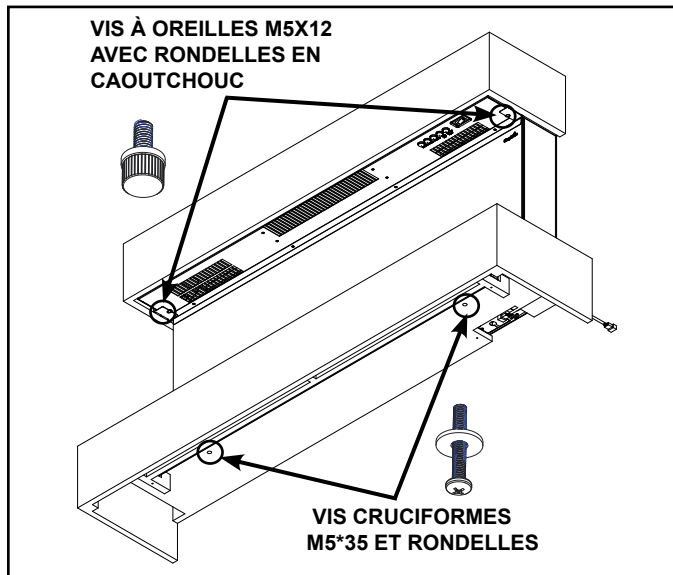

Figure 5
2. Fixez la partie inférieure du manteau de foyer à l'appareil à l'aide de deux vis cruciformes M5*35. Voir la figure 5.
- Fixez la partie supérieure du manteau à l'appareil à l'aide de deux (2) vis à oreilles M5X12 et des rondelles en caoutchouc. Voir la figure 5.